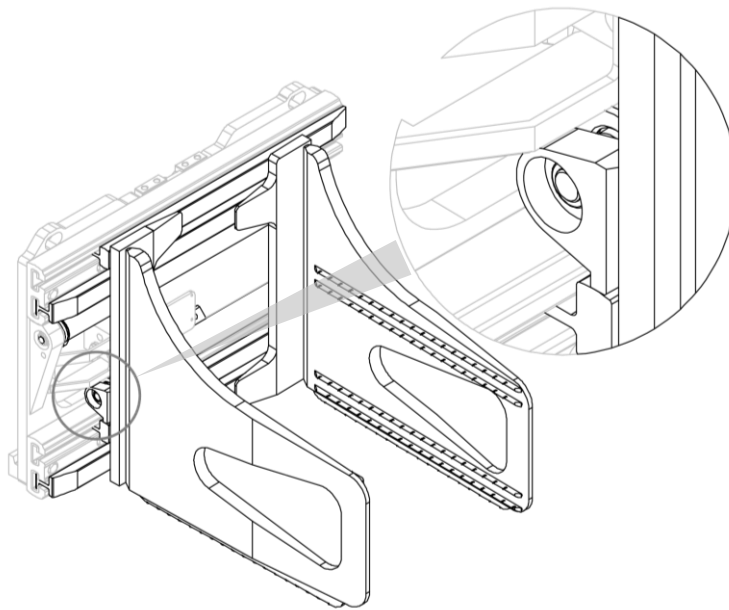
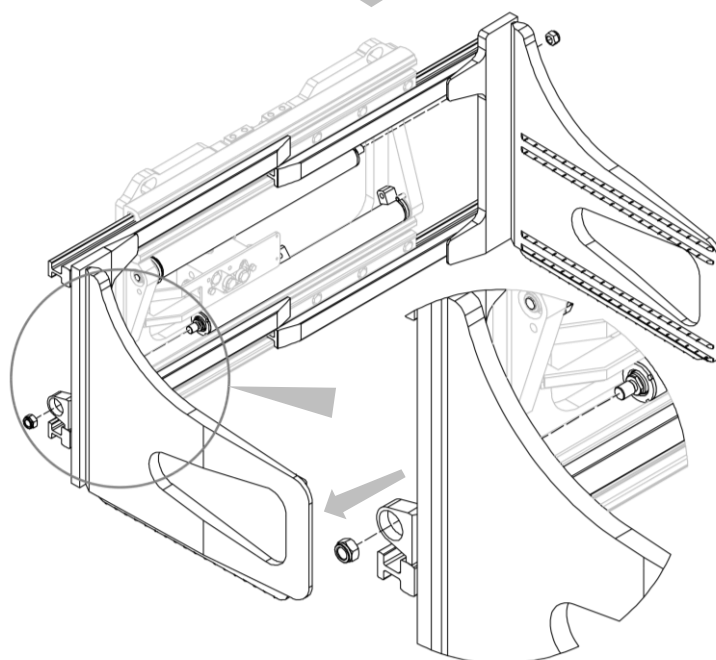

Figura 20
Figura 21
2. Rimuovere le forcelle con le ganasce dopo aver svitato i relativi dadi che le vincolano ai cilindri (vedi *Figura 20* e *Figura 21*).